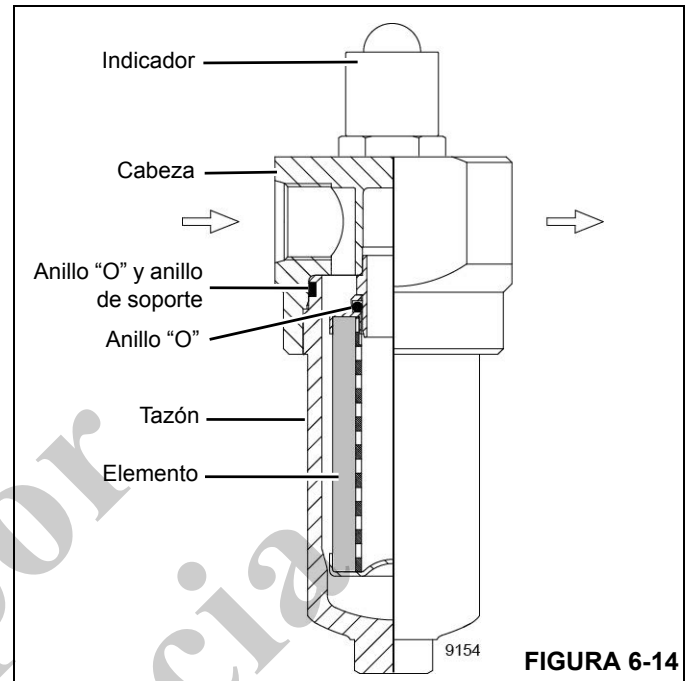

FIGURA 6-14
- Vea la Figura 6-14 para el resto de los pasos.